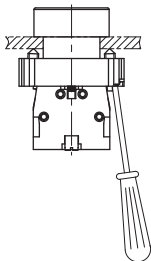

图5：金属头式底座安装图
1) 金属头式按钮在安装时，将操作头自面板前方插入安装孔，于面板后旋入基座，然后均匀拧紧两端紧固螺钉（如图5），注意不可用力过猛，力矩应不超过 $0.25\text{N}\cdot\text{m}$ ，如安装后发现按钮有卡滞现象，应调节基座的两枚紧固螺钉，保持松紧一致，即可消除。